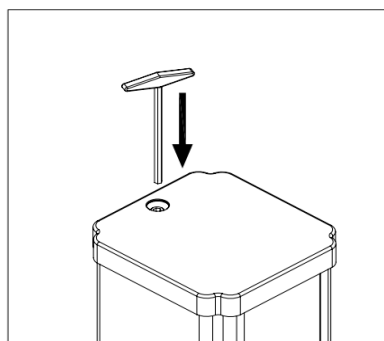

Figure 2
- Enlever le bridage de transport: Pour débrider l'instrument il y a une petite ouverture tout au-dessus de la carcasse de l'instrument. Enlever le cache et insérer la clé Allen de 5mm et débloquer le pan creux (M6). Voir Figure 2.